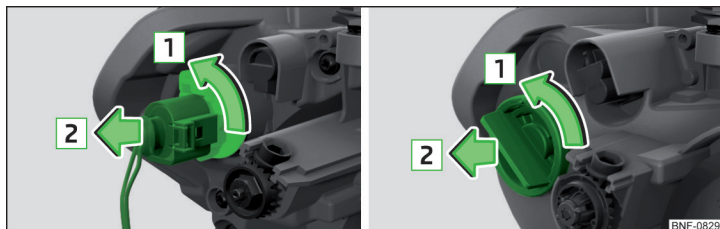

Рис. 175 Заміна лампи переднього показника повороту: варіант 1 / варіант 2
- Поверніть цоколь із лампою до упору в напрямку стрілки **[1]** » Рис. 175.